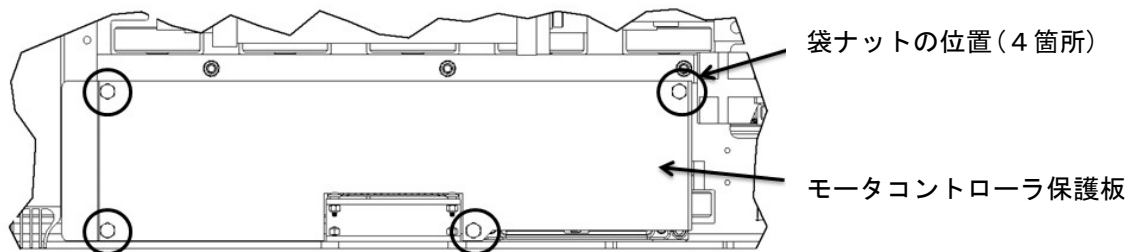

図 42. モータコントローラ保護板の詳細
4. モータコントローラの上の保護板を固定している4本の袋ナットを外して、モータコントローラ保護板を取り外す。(図42参照)